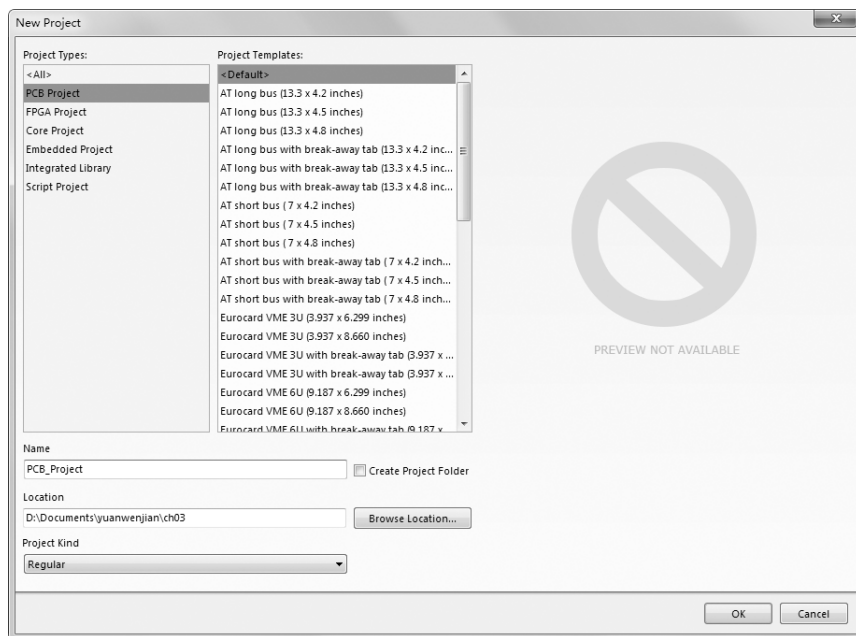
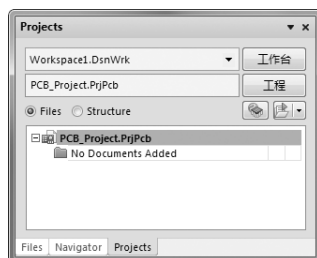

图 3-88 “New Project”（新建工程）对话框
图 3-89 新建工程文件
(1) 在 Windows XP 操作系统下，启动 Altium Designer 17。
(2) 选择菜单栏中的“文件”→“New”（新建）→“Project”（工程）命令，弹出“New Project”（新建工程）对话框，在该对话框中显示工程文件类型，如图 3-88 所示。默认选择“PCB Project”选项及“Default”（默认）选项，在“Name”（名称）文本框中输入文件名称，在“Location”（路径）文本框中选择文件路径。完成设置后，单击  按钮，关闭该对话框，打开“Project”（工程）面板。在面板中出现了新建的工程类型，系统提供的默认名为 PCB_Project.PrjPcb，如图 3-89 所示。